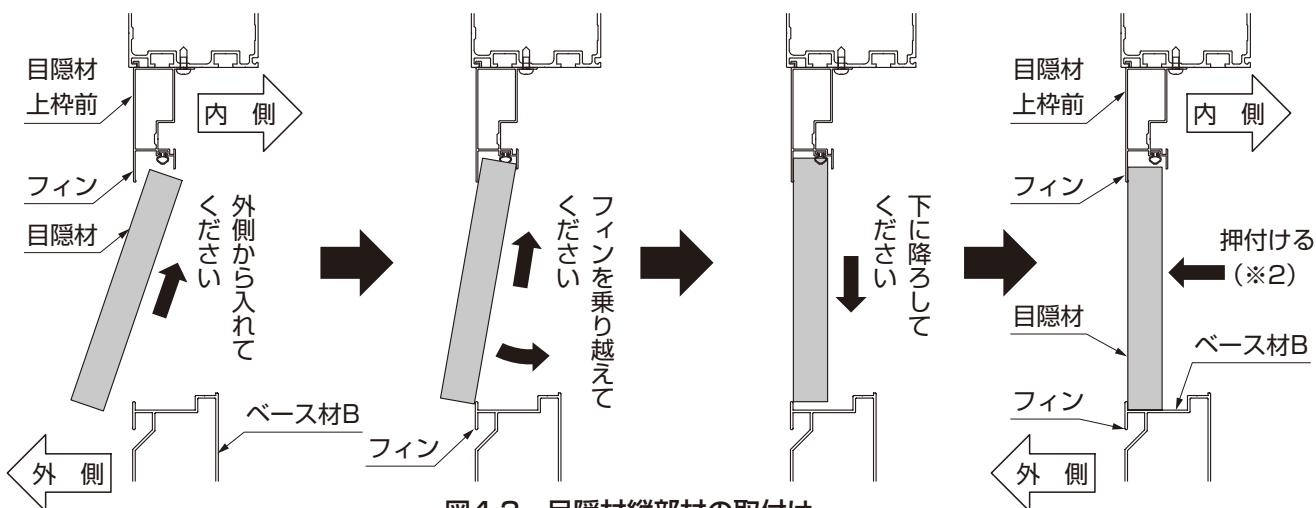

図4-3 目隠材縦部材の取付け
- 目隠材側枠は、外側から目隠材上枠前のフィン内側に引っ掛けるように入れ、ベース材Bのフィンを乗り越えた後、下に降ろしてから押付けて(※2)ください。(図4-3参照)